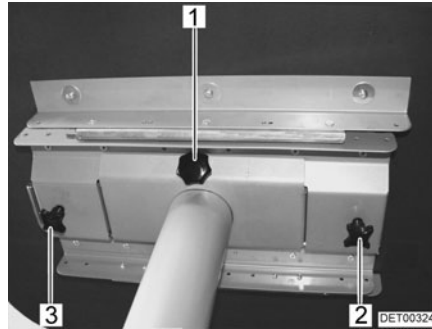

Fig. 79 Mesa fija (vista de abajo)
- Soltar los tornillos de fijación (Fig. 79,2 y 3).
- Desenroscar el tornillo de fijación (Fig. 79,1) completamente.
- Aflojar los tornillos moleteados (Fig. 79,2 y 3).